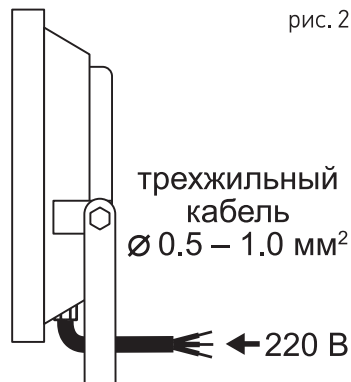

рис. 2
- Подключите сетевой кабель (в комплект не входит) к кабелю светильника (рис. 2)